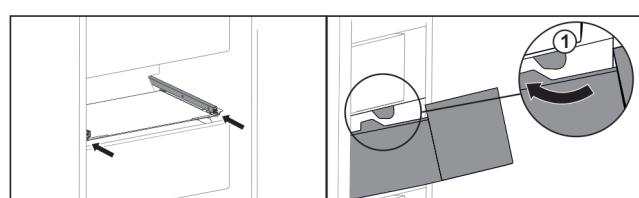

Fig. 47
- Prevedťte zásuvku okolo zarážok Fig. 47 (1).